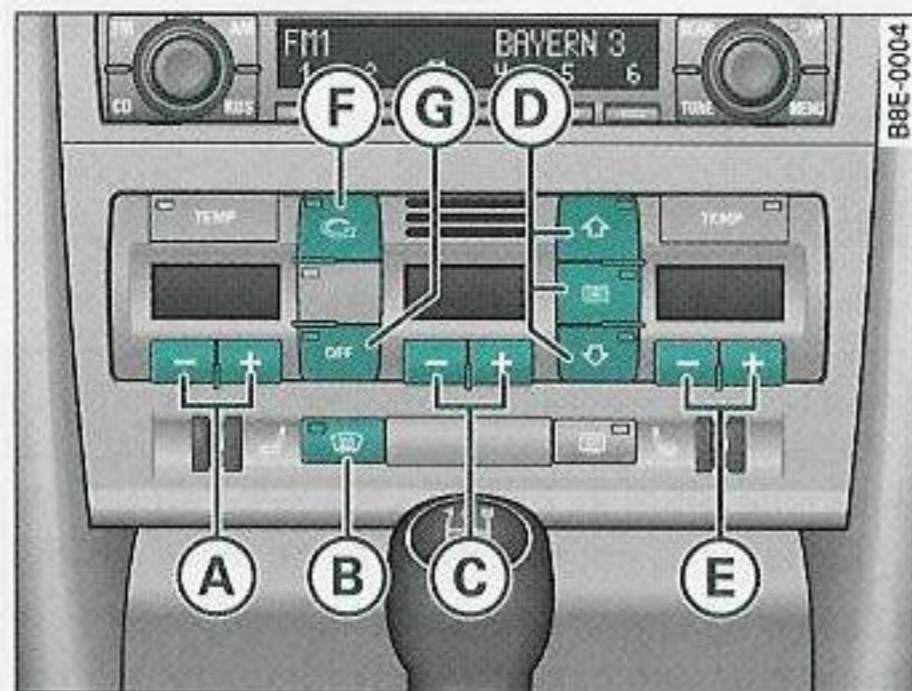
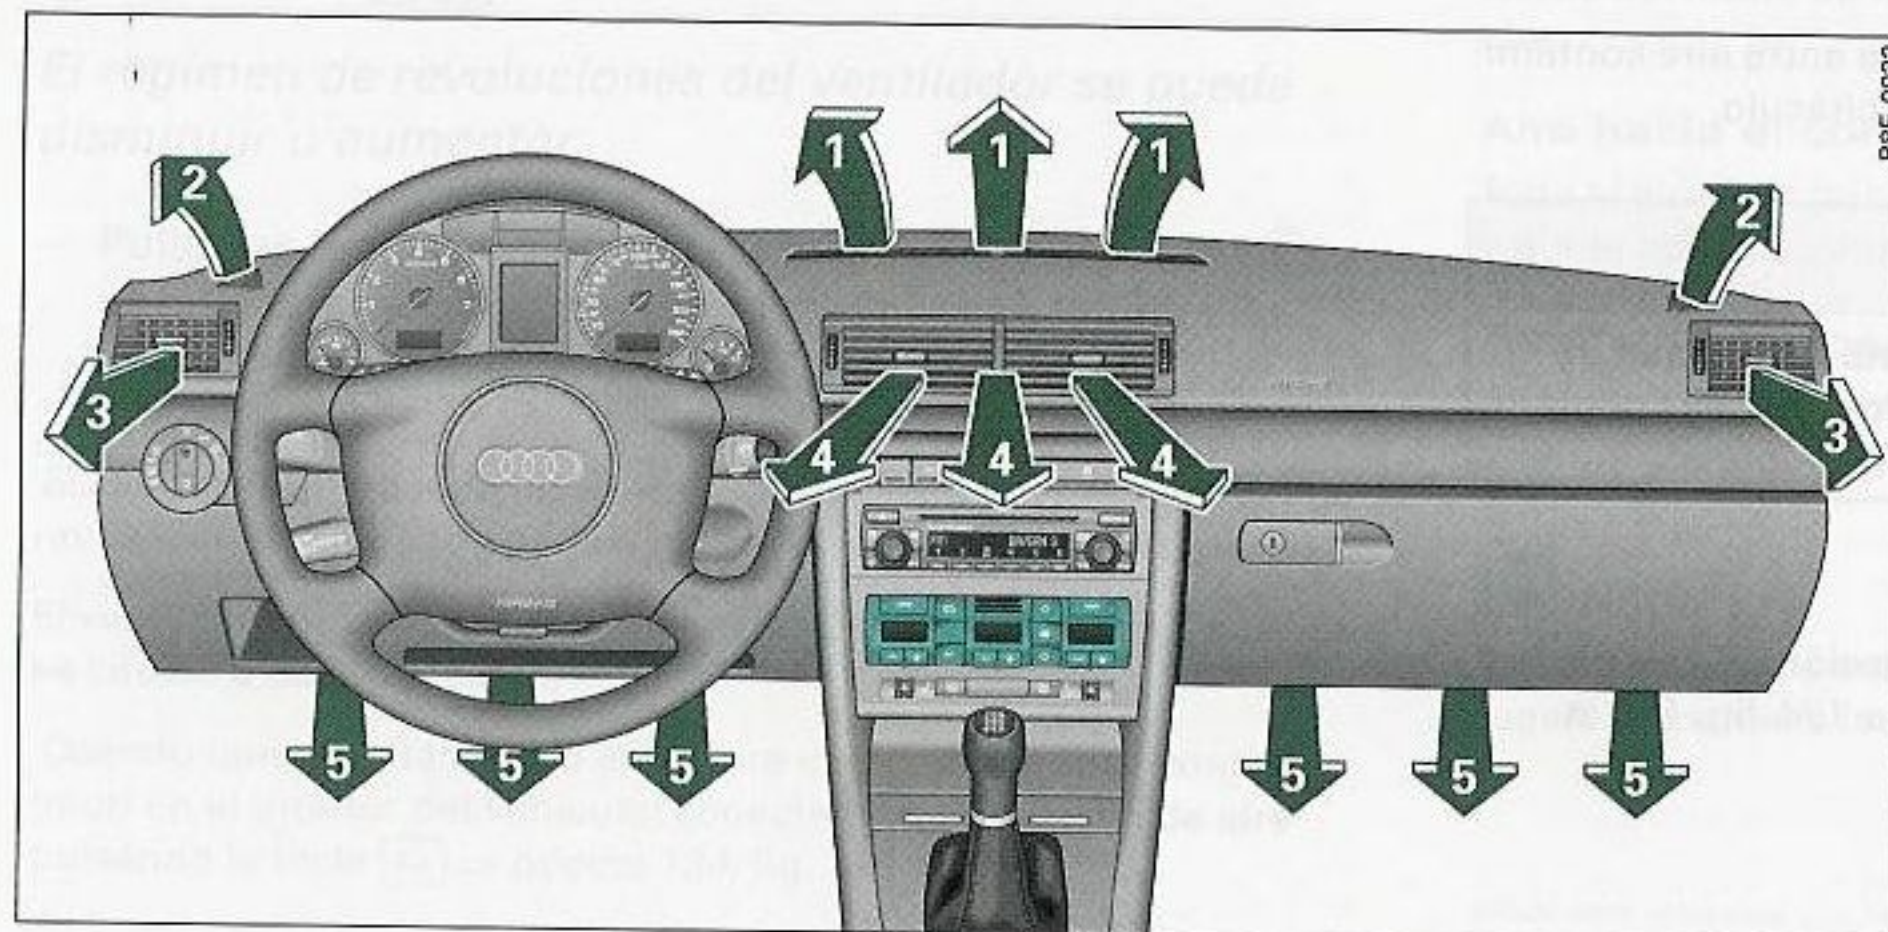

Fig. 126 Mandos de la calefacción y de la ventilación
Fig. 127 Tablero de instrumentos: Disposición de los difusores de aire
- Pulse la tecla  o bien la tecla  ⇒ *página 134, fig. 126*  hasta alcanzar la temperatura deseada.
- Pulse la tecla  ⇒ *página 134, fig. 126* para activar este modo.
- Pulse las teclas  o bien  ⇒ *página 134, fig. 126*  para ajustar el ventilador al nivel deseado (caudal de aire).
Cuando quiera evitarse que entre aire contaminado del exterior (olor) en el interior del vehículo, conecte la **recirculación de aire** pulsando la tecla  ⇒ *página 134, fig. 126* . ■
Las teclas ,  y  ⇒ *página 134, fig. 126*  podrán pulsarse por separado o en combinación. Las tres teclas tienen el siguiente significado. Los números hacen referencia a los difusores de aire ⇒ *página 138, fig. 127.*
- Pulse la tecla  ⇒ *página 134, fig. 126* ⇒ .
Por motivos de seguridad, el modo de recirculación de aire no funciona si está oprimida la tecla  ⇒ *página 134, fig. 126.* ■
Los difusores de aire ⇒ fig. 127 ③ y ④ pueden manejarse de la siguiente manera.
De todos los difusores de aire sale aire fresco, calentado o sin calentar, dependiendo de la distribución de aire seleccionada ⇒ página 134, fig. 126 ② y ④.